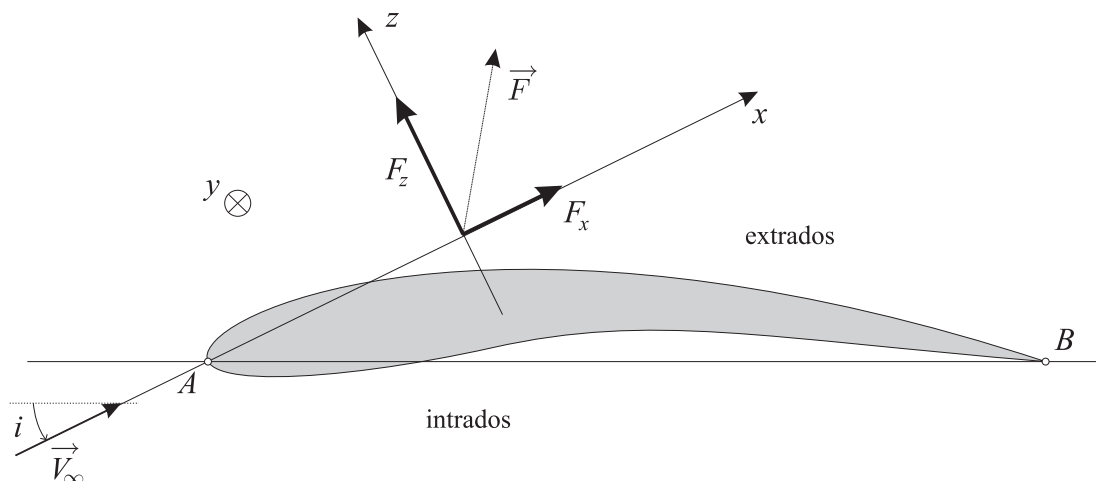

FIG. 6 – Profil d'une aile
Les données relatives aux caractéristiques aérodynamiques d'un profil d'aile d'avion sont mentionnées sur la figure 6. On suppose que ce profil est invariant dans la direction  $y$  sur toute la largeur de l'aile. Les points  $A$  et  $B$  sont les points d'arrêt, il s'agit du premier et du dernier point du profil en contact avec le fluide. La distance  $AB$  est appelée la corde de l'aile. Dans le plan de section orthogonale à la largeur de l'aile, la direction  $x$  est déterminée par la vitesse relative du fluide  $\vec{V}_\infty$  et la direction  $z$  par la normale à  $x$  orientée vers l'extrados. Sur la figure (6), la force  $\vec{F}$  est la résultante des forces appliquées à l'aile. La composante  $F_z$  de  $\vec{F}$  selon  $z$  est appelée la portance, et celle  $F_x$  selon  $x$  est appelée la traînée. On définit alors le coefficient de portance  $C_z$  et celui de traînée  $C_x$  par les relations